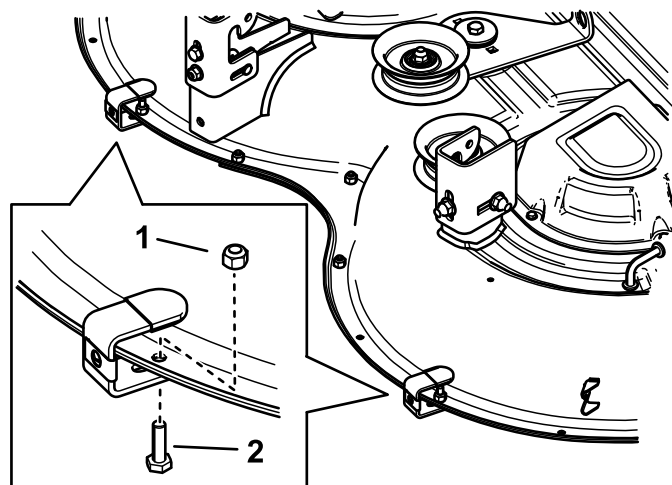

Figur 1
2. Montera en hätta och en hastighetsmutter på respektive monteringsfäste (Figur 1).